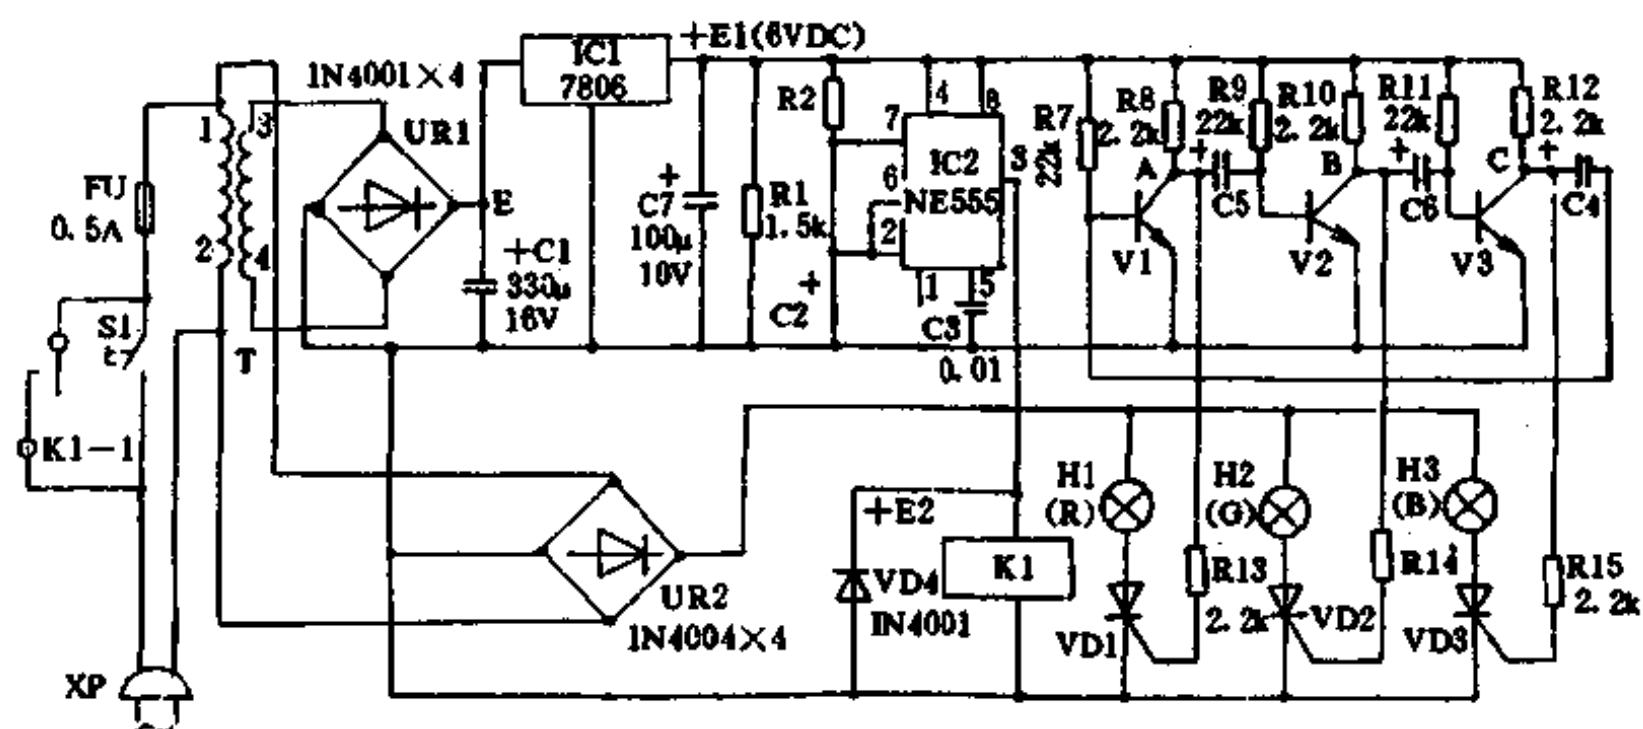

图 1-182
该门铃的原理电路如图 1-182 所示。平时，S1(门铃按钮)和 K 2-1 均处在断位，电路不工作。当有客来访并掀动门口的 S1 时，市电便立刻加在变压器 T 的初级。其中一路经 UR2 整流形成 E2(约 220V DC)，为闪光灯 H1~H3 提供电源；另一路经 T 降压、UR1 整流、C1 滤波、IC1 稳压后形成 E1(6V DC)，为定时器 IC2 和循环驱动器 V1~V3 提供电源。因为原来 C2 已通过 R2、R1 放电，所以 IC2(NE555)②、⑥脚的原始电压为低电位“0”，且不可能突变上升。此时③脚为高电平“1”。于是 K1 吸合，K1-1 接通使引入的市电自保(S1 放开后，电路仍处于通电状态)。E1 加至循环驱动器后，因每管均为“放大器”接法，所以在 E1 出现时便会争相导通。同时，因 V1~V3 是级联负反馈联接，所以它们不可能同时导通。现设 V1 先导通，其集电极 A 点电压迅速下降。由于 C5 上的电压不突变，故而 V2 基极电压  $V_{b2}$  也随之下降，并使 V2 截止，其集电极 B 点电压上升，通过 C6 使 V3 导通。此时的状态是：V1、V3 导通，V2 截止。于是 B 点的高电位通过 R1，触发了可控硅 VD2。E2 通过绿色灯泡 H2、导通的 VD2 构成通路，所以 H2 被点亮。A、C 点因 V1、V3 导通是低电位，所以 VD1、VD3 截止，红灯泡 H1 和蓝灯泡 H3 均不发光。上述状态是一种不稳定的暂态，因为此时 E1 将通过 R9→
C5→V1 的 ce 极对 C5 充电,使截止的 V2 管之基极电压  $V_{b2}$  不断上升。当  $V_{b2} \geq 0.6V$  时, V2 将由截止变为导通, B 点电压立刻下降,并使 V3 由导通变为截止,而 V1 则因 V3 截止, C 点电压上升而继续维持导通状态。此时的状态是: V1、V2 导通, V3 截止。于是 C 点的高电平通过 R6 触发可控硅 VD3 导通, 蓝灯泡 H3(B) 点亮, H1、H2 因 V1、V2 导通, A、B 点低电位而自熄。之后, E1 通过  $R_{11} \rightarrow C6 \rightarrow V3$  的 be 极对 C6 充电, 使截止管 V3 的基极电压  $V_{b3}$  上升。当  $V_{b3} \geq 0.6V$  时, 则 V3 由截止变为导通, 并使 V1 截止, V2 导通。此时的状态是: V1 截止, V2、V3 导通, H1 亮, H2、H3 熄……如此循环, 就使得 H1、H2、H3 轮流闪动。如果将这三个彩灯分别安装在居室、客厅、厨房等经常活动的地方, 那么当客人来访按动 S1 时, 主人便可立刻得知有人在叩门。信号灯 H1~H3 闪动时间的长短, 由定时器 IC2 控制。由图 1-182 可知, IC2 为单稳态电路。当按下 S1 使 K1 吸合自锁之后, IC2 即进入暂态, 定时电容 C2 便由 E1 通过 R2 被充电, 一旦 C2 上建立的电压  $V_{c2} \geq 2/3E1 (4V)$  时, IC2 便立刻由暂态翻转回稳态, ③脚变为低电平“0”, K1 释放, K 1-1 断开, T 初级的电压消失, 于是 H1~H3 停止闪光报讯。
T 选用市售 3W-220V/9V 经济变压器; V1~V3 均为 9013; VD1~VD3 为 BT169 或 MCR-100/6(1A/600V) 单向可控硅, VD4 为 1N4148 或 1N4001; S1 为门铃按钮开关; K1 选用 4098 继电器; H1~H3 分别为 15W 220V 红、绿、蓝色灯泡。当定时(暂态)期( $T_d$ )选为 30s 时, 取  $R2 = 1.2M\Omega$ ,  $C2 = 22\mu F$  ( $T_d = 1.1R2C2$ )。取  $C4 = C5 = C6 = 33\mu F$ , R7、R9、R11 均为  $22k\Omega$  时, 单灯闪动频率约为 2Hz。其它各元件参看图 1-182 标注值(电阻除 R1 为 0.5W 外, 其余均取 0.125W)。